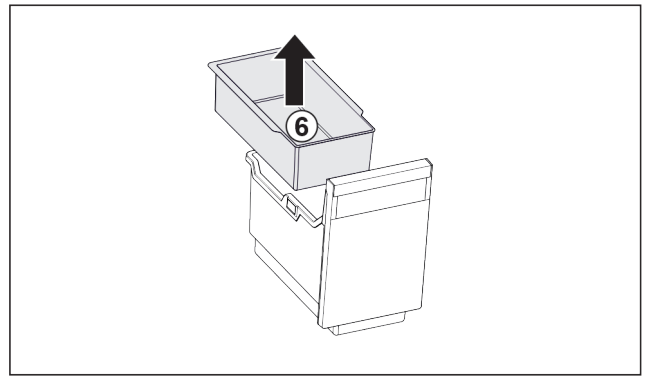

Fig. 29
- ▶ Rimuovere la vaschetta da agganciare Fig. 29 (6).